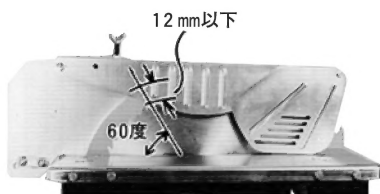

図 7-2
- ソーガードを調整しても、のこ刃との間隔が 12 mm 以下に調整できないのこ刃を使用したり、丸のこ本体の切込みを浅くして使用したりしないでください。けがの原因になります。(図 7-2)
外径が小さいのこ刃を使う場合はのこ刃とソーガードとの間隔が大きくなり(図 7-2)、ソーガードとしての働きがなくなりますから、間隔を調整してください。